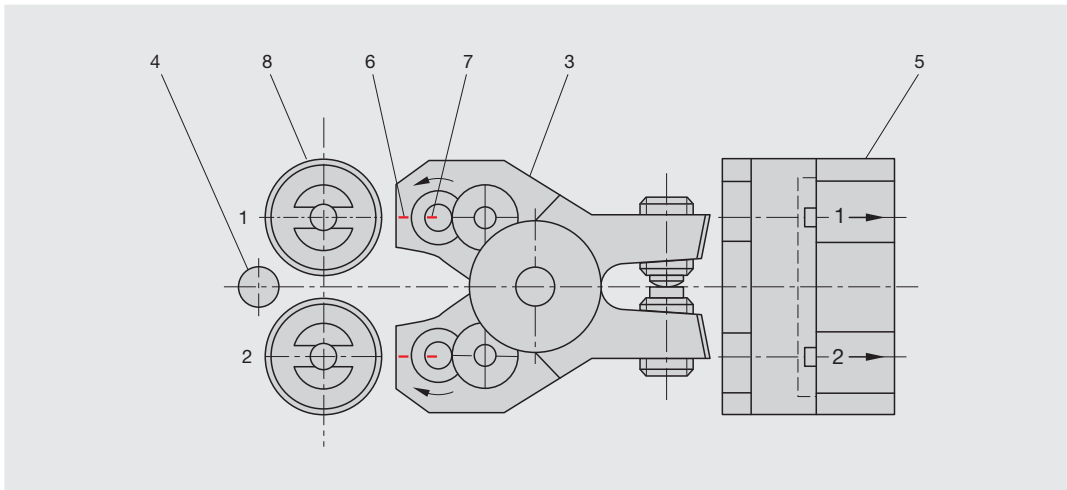

Abb. 9: Rolleneinbau
Die Lage der Gewinderollen im Rollkopf ist vorgeschrieben. Der Rollkopf (3) ist an der Stirnseite mit 1 auf der oberen und mit 2 auf der unteren Stirnseite beschriftet (siehe Abb. 9). Die Gewinderollen (8) sind auf der Klauenseite mit 1 und 2 beschriftet. Rolle 1 ist in den Scharnierarm einzubauen, der auch mit der Zahl 1 an der Stirnseite signiert ist. Es ist beim Einbau der Rolle darauf zu achten, dass die Zahl 1 auf der Rolle zum Kopfäußeren bzw. zum Werkstück (4) hinzeigt. Rolle 2 ist in der mit „2“ beschrifteten Rollkopfseite einzubauen. Die Zahl 2 auf der Rolle muss ebenfalls zum Kopfäußeren bzw. zum Werkstück (4) liegen. Es müssen die Zahlen 1 und 2 auf den Rollen beide zum Kopfäußeren hinzeigen.
Die Laufbuchsen (ET-17)2 in die Gewinderollen stecken. Die mit „1“ signierte Rolle an der mit der Zahl 1 beschrifteten Scharnierseite auf Ritzelklaue (ET-8) schieben, dabei muss Zahl „1“ der Rolle zum Werkstück (4) hin zeigen, (siehe Abb. 9). Achse (ET-3) ebenfalls mit Molybdänsulfid-Fett benetzen und von der Getriebe- seite (5) her in Gewinderollenbohrung einführen, Scheibe (ET-15) zwischen Rolle und schmale Rollkopf- seite schieben. Achse bis auf Anschlag schieben. In der 0-Stellung muss der Schlitz (7) auf der Achse – zu sehen von der Getriebearmseite – mit dem Strich (6) auf dem Getriebearm übereinstimmen. Die Achse mit der Zylinderschraube (ET-25) sehr festklemmen. Gewinderolle 2 ist entsprechend einzubauen.
Dabei ist darauf zu achten, dass, nachdem die Gewinderolle 1 eingebaut, diese nicht mehr verdreht wird. Beide Zahlen müssen also zum Werkstück hin zeigen, siehe Abb. 9.